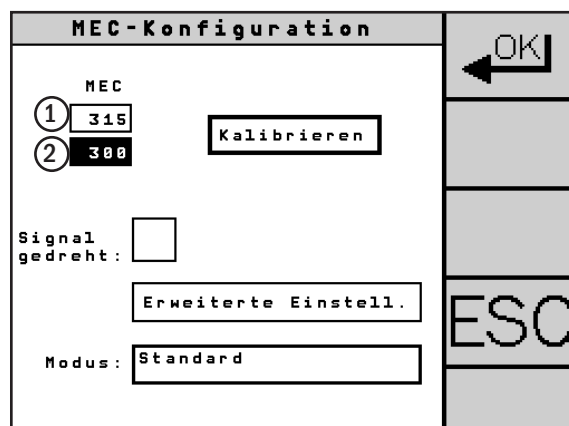

Abb. 249: Anzeige Sensorwert
Auf der Menüseite der MEC-Konfiguration können Sie verschiedene Einstellungen vornehmen (siehe Abb. 249).
- Die erste Zeile zeigt den aktuellen Wert des Sensors (siehe Abb. 249 – 1).
- Die zweite Zeile zeigt den zuletzt gespeicherten Wert (siehe Abb. 249 – 2).